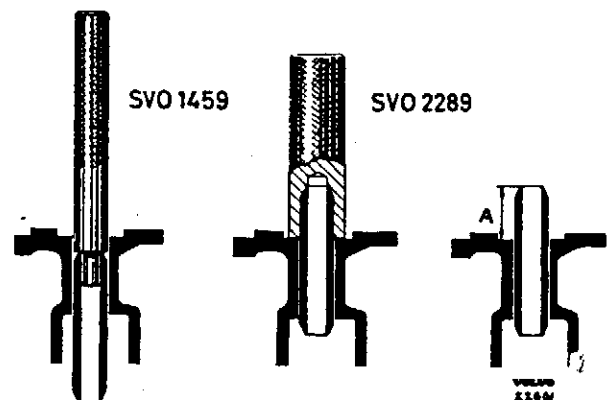

Abb. 37. Auswechseln von Ventildführungen
2. Zum Einsetzen Werkzeug SVO 2289 verwenden, welches die erforderliche Einbautiefe gewährt, siehe Abb. 37.